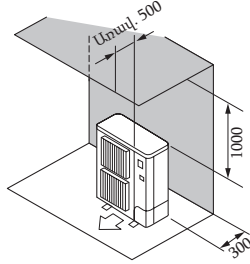

Fig. 2-4
- ② Խոչընդոտներ հետևում և վերևում (Fig. 2-4)